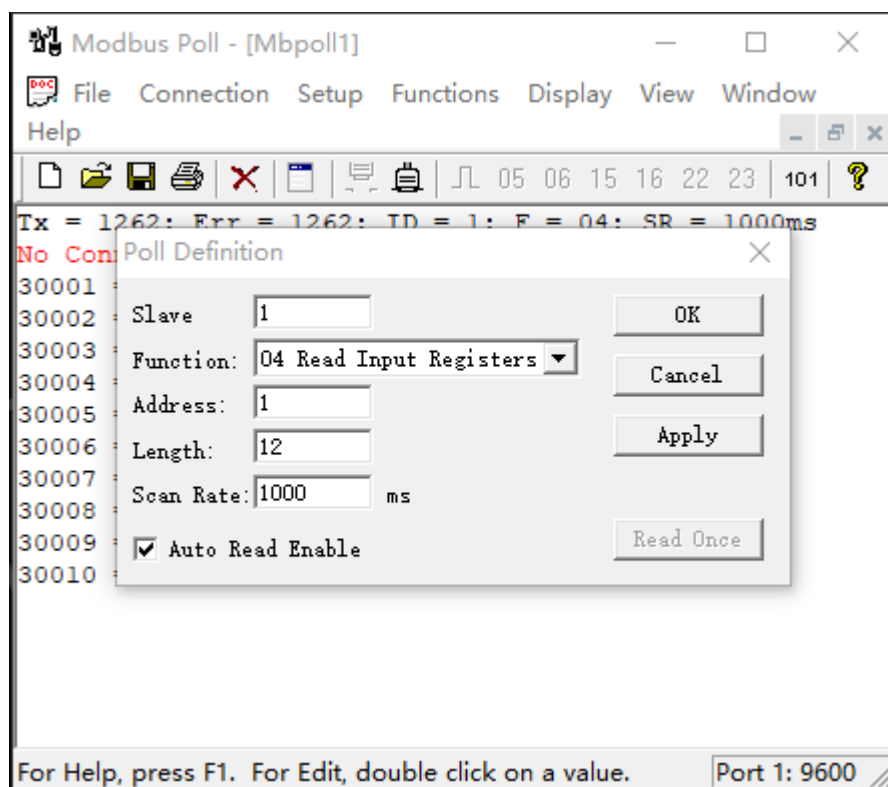

图 16 Poll Definition 设置
(4) 点击“OK”按钮。然后点击菜单中的“Setup”项，在下拉框中选择 Poll Definition 选项，出现如图 16 所示的对话框，按图中参数进行设置。